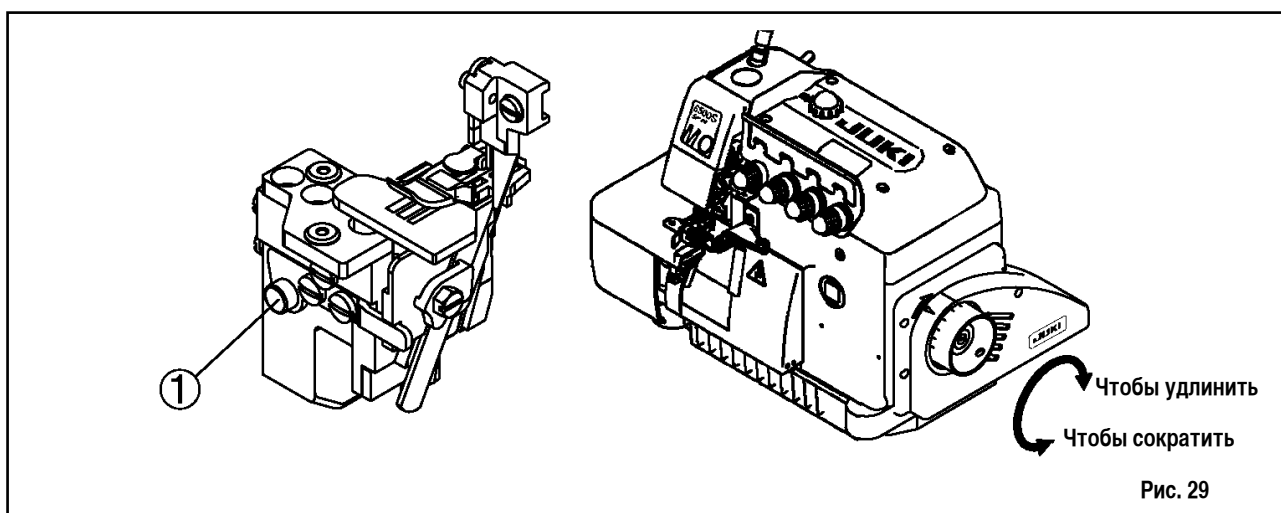

Рис. 29
Длина стежка регулируется в соответствии с характеристиками материала, дифференциальной подачи ткани или другими факторами. Удерживайте нажатой кнопку ① и поворачивайте шкив до тех пор, пока кнопка не заблокируется. Затем отпустите кнопку после достижения нужной длины стежка. (Рис. 29, таблица 4)